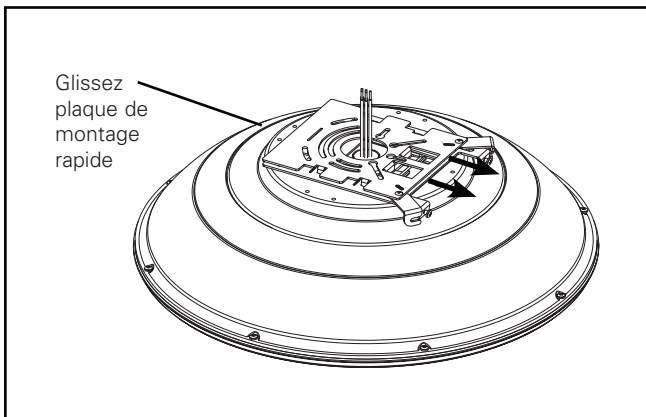

Figure 2.
2. Glissez la plaque de montage rapide vers l'avant jusqu'à ce que la plaque se dégage du boîtier (Figure 2).